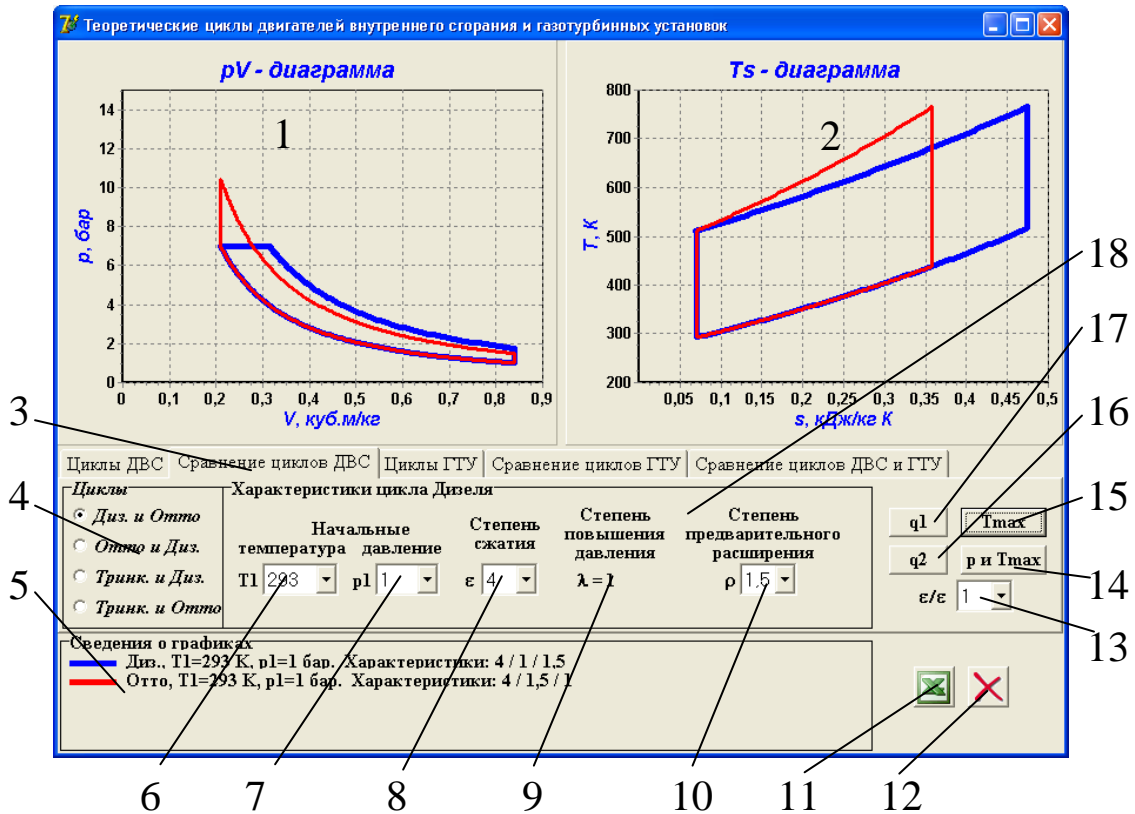

Рис. 3. Интерфейс программы:
Лабораторная работа выполняется на компьютере. Основными элементами установки (рис. 3) являются: $p\nu$ - 1 и Ts -диаграммы 2, списки циклов 4, начальных температур 6, начальных давлений 7, степеней сжатия 8, степеней повышения давления 9, степеней предварительного расширения 10, отношений степеней сжатия в цикле Дизеля и цикле Отто 13, кнопки расчета циклов для различных методов сравнения: при одинаковой максимальной температуре 15, при одинаковых максимальных температуре и давлении 14, при одинаковой подведенной теплоте 17, при одинаковой отведенной теплоте 16, вывода данных о цикле в таблицу Excel 11, очистки окон диаграмм и сведений о графиках 12.
3. Выбирают сравниваемые циклы в списке 4 (рис. 3).